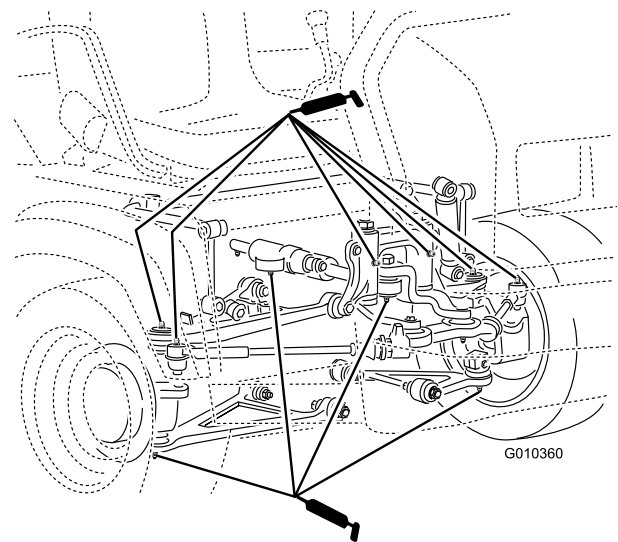

Figura 40
- Articulaciones esféricas (4), bielas (2), pivotes (2) y cilindros de dirección (2) (Figura 40)